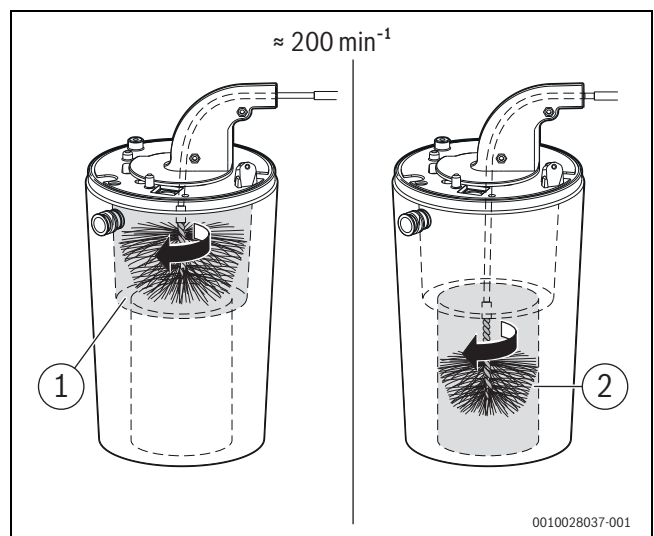

Bild 29 Wärmeblock reinigen (ca. 200 min-1, nur Rechtslauf)
- ▶ Mit kleiner Bürste für den unteren Bereich wiederholen (→ Bild 29, [2]).